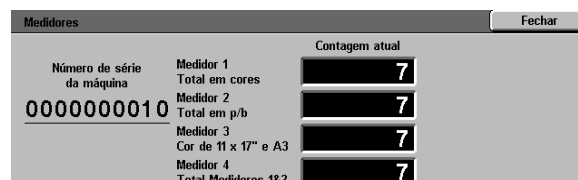

Figura 5: tela Status dos produtos de consumo
- 2 Toque no ícone **Status dos produtos de consumo** para exibir a tela Status dos produtos de consumo, conforme ilustrado na Figura 5.